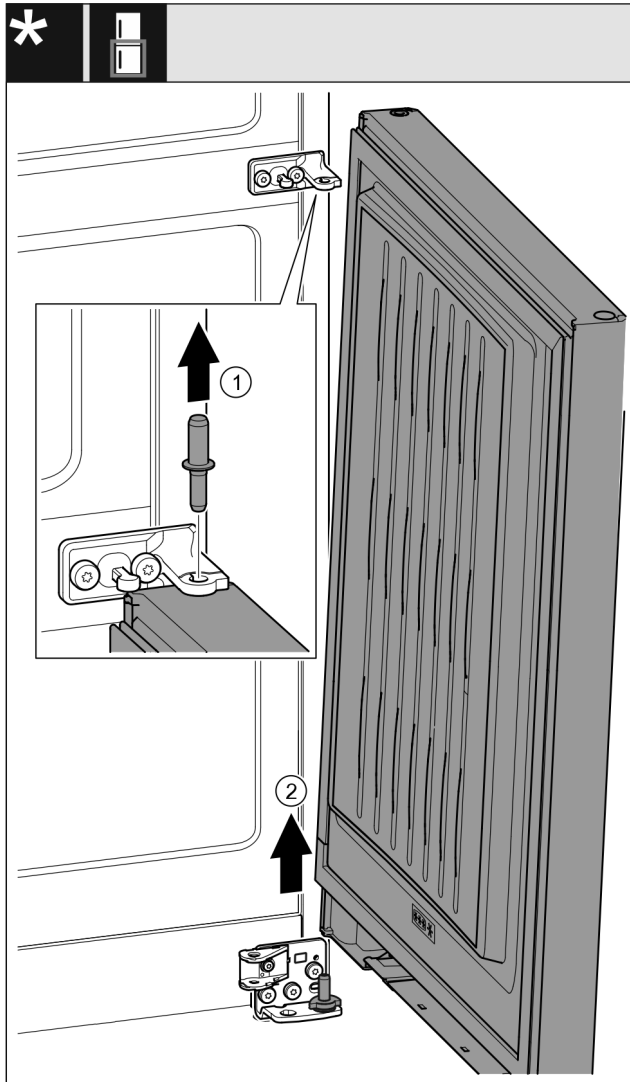

Fig. 23 *
- ▶ Ištraukite kaiščius į viršų. Fig. 23 (1)*
- ▶ Pasukite duris, ištraukite jas į viršų ir pastatykite į šoną. Fig. 23 (2)*